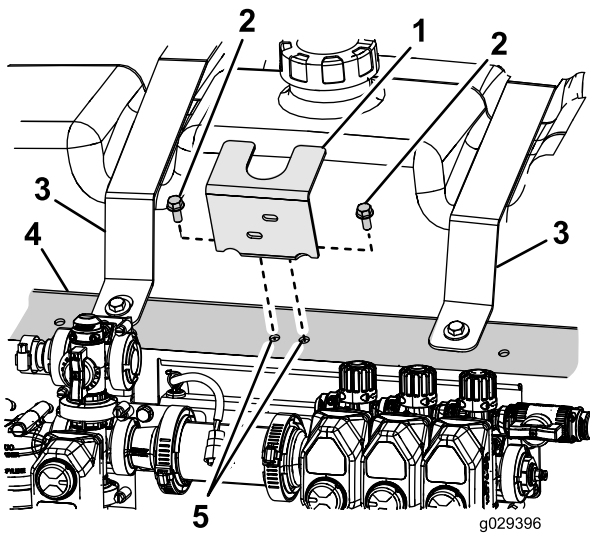

Figura 31
- Si no hay 2 taladros encima del raíl de montaje de las válvulas para montar el soporte de montaje de la válvula (Figura 31) siga estos pasos:
1. Retire la manguera de alimentación principal del acoplamiento en T y de la válvula de agitación (Figura 31).